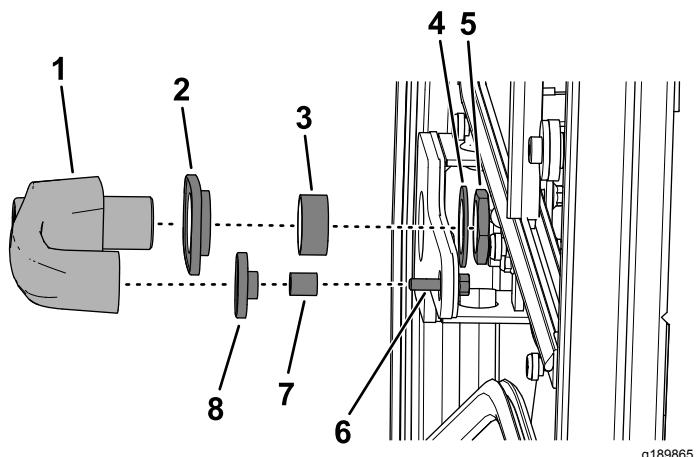

Bild 2
3. Entfernen Sie die Befestigungsmutter, Scheibe und den Bundbolzen (6 mm x 25 mm), die zwei Distanzstücke und die zwei Scheiben vom Türgriff und nehmen Sie den Türgriff ab (**Bild 2**).